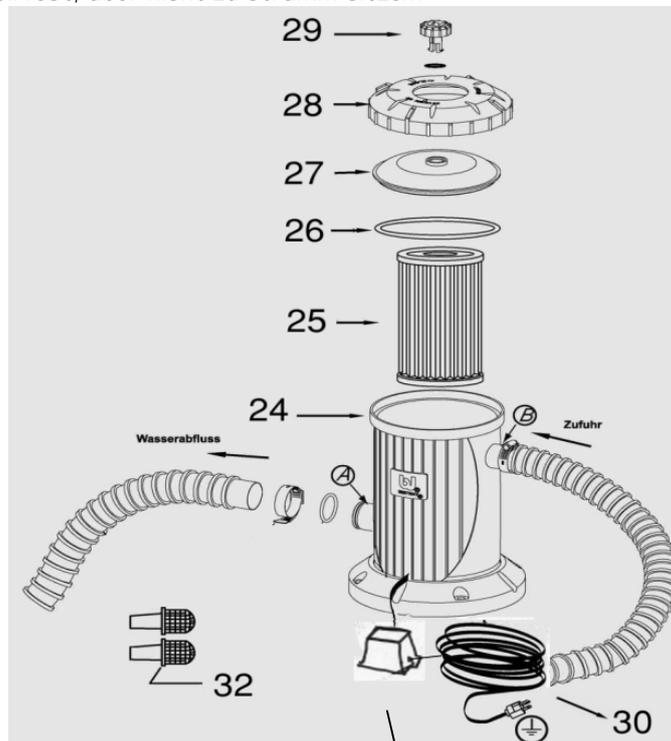

Abb. 21
2. Prüfung der inneren Komponenten der Filteranlage (Abb. 21)